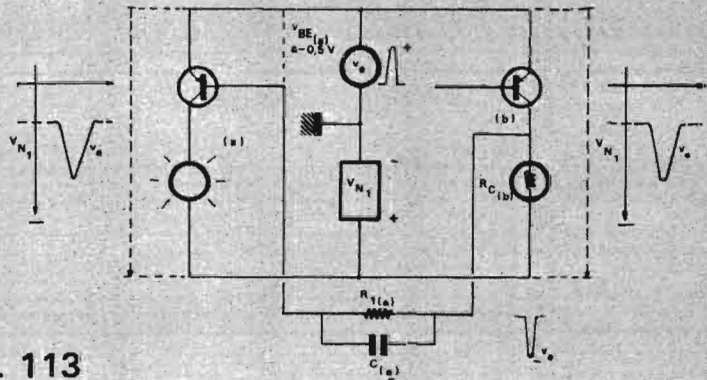

Fig. 113
2) Par les collecteurs, comme une **augmentation** de la valeur **negative** de V_{N1} (**fig. 113**) donc :